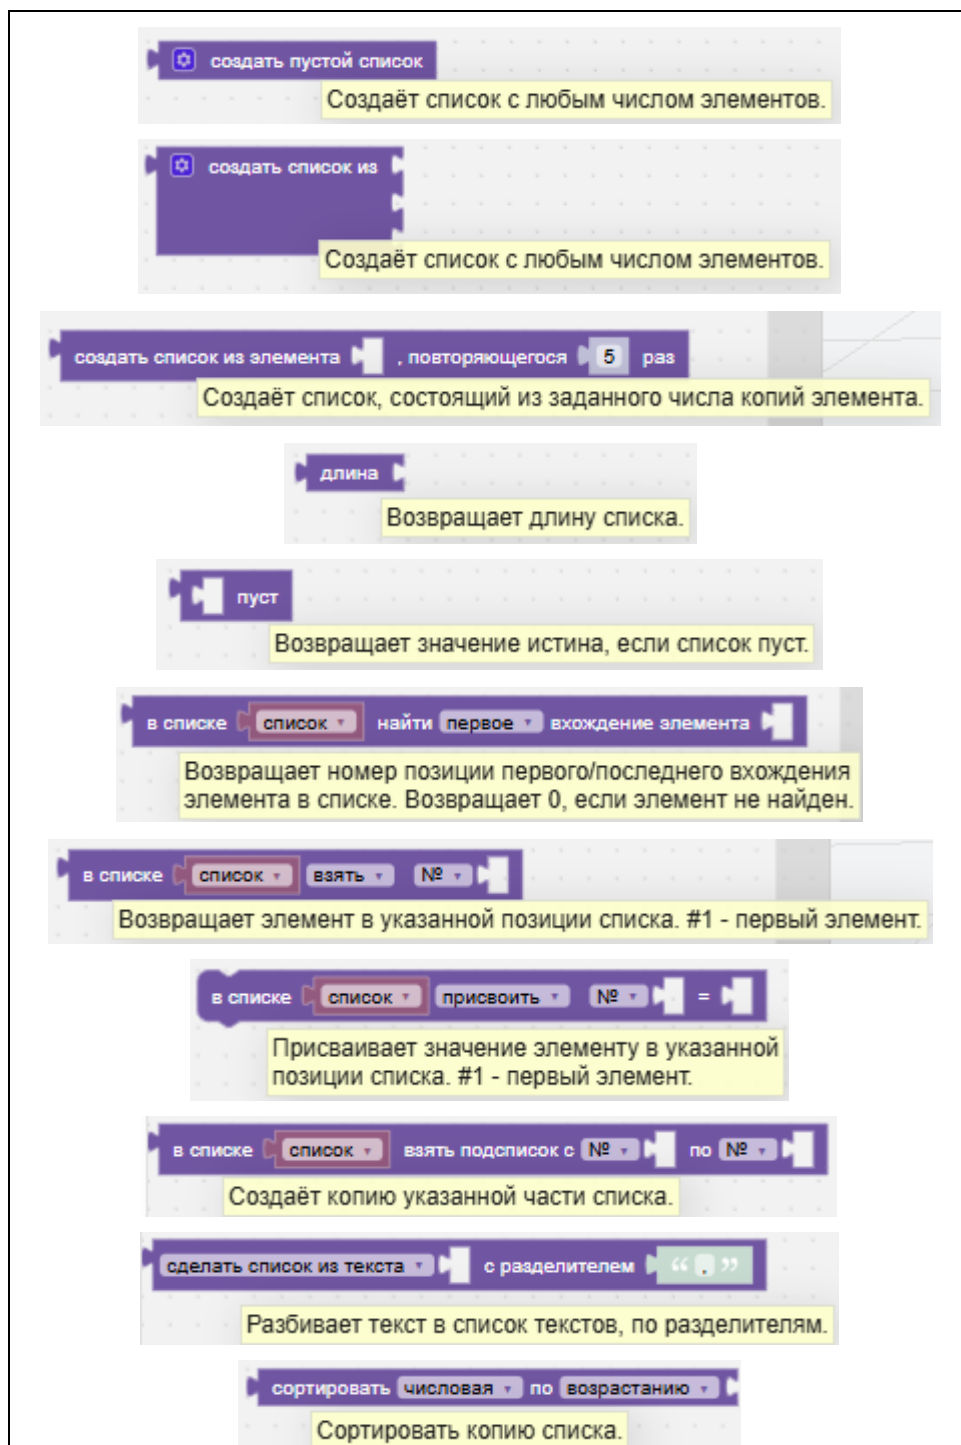

Рисунок II-25 – Блоки «Массивы»
- ж) блоки «Массивы» – работа с элементами списков (см. Рисунок II-25);